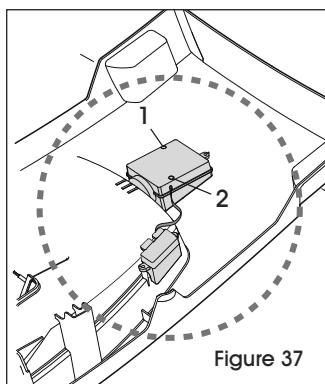

Figure 37
- Desserrez les vis 1 et 2 pour retirer le couvercle du boîtier d'alarme. Reportez-vous à l'autocollant sur le boîtier d'alarme pour obtenir des renseignements sur l'entretien de la pile. (Voir Figure 37)
- Retirez la pile industrielle de 9 V et remplacez-la par une pile neuve. Replacez le couvercle du boîtier d'alarme et réinsérez les vis 1 et 2. (Voir Figures 37 et 38)